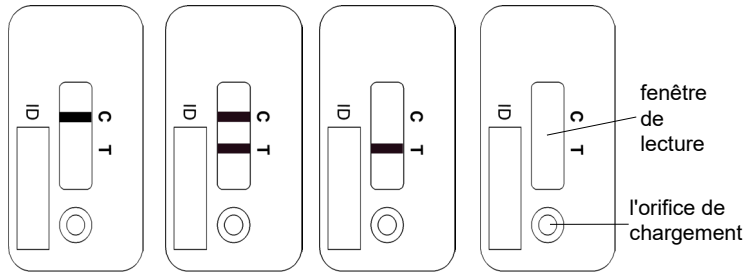

Figure 1A Figure 1B Figure 1C Figure 1D
- Pour valider un résultat de test, la ligne de contrôle (C) doit toujours être visible (voir figure 1A et figure 1B). Cette ligne est uniquement utilisée comme contrôle fonctionnel du test et ne peut servir à l'interprétation de la ligne de test (T). Si la ligne de test (T) n'est pas détectable au bout de 15 minutes de temps d'incubation (figure 1A), cela signifie que la concentration d'anticorps anti-adalimumab présents dans l'échantillon de sérum est inférieure à la limite de détection. Si une ligne de test (T) est détectable au bout de 15 minutes de temps d'incubation (figure 1B), la quantité d'anticorps anti-adalimumab présente dans l'échantillon de sérum est calculée par le Quantum Blue® Reader.